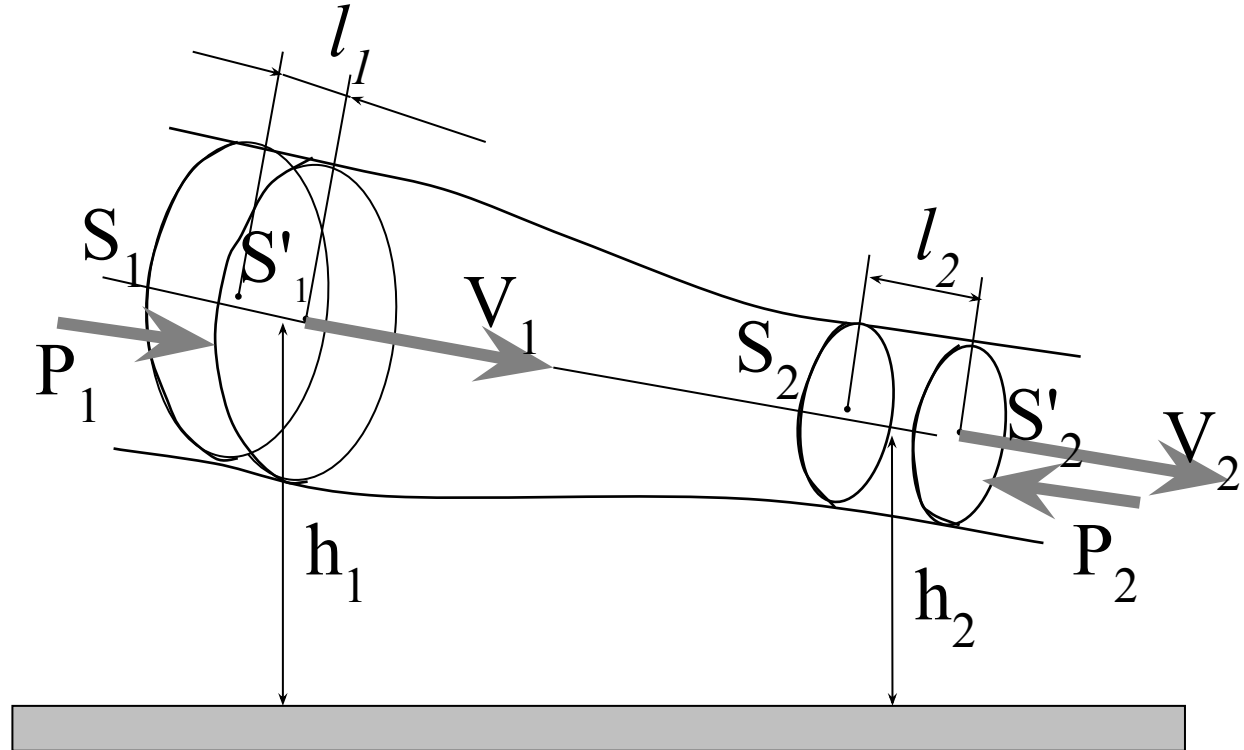

Рис. 47
- Выделим в стационарно текущей идеальной жидкости (в которой отсутствуют силы внутреннего трения) трубку тока (рис. 47).
- Отметим, что l_1 и l_2 настолько малы, что во всем точкам объемов, закрашенных на рис. 47, приписывают постоянные значения скорости v , давления p и высоты h . Следовательно,